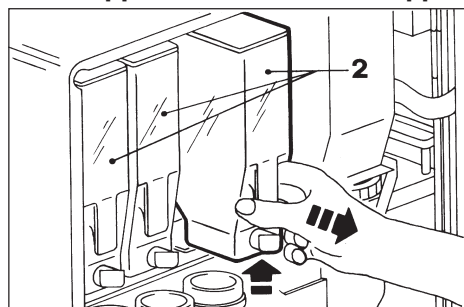

Fig. 23
- Retirer les bacs (2) de leurs logements en les soulevant légèrement pour en faciliter la sortie (Fig. 23).